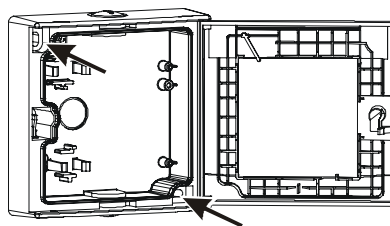

Fig. 3
- Verwenden Sie in Nassbereichen nur die mit Pfeil markierten Schraubenlöcher (Fig. 3).
In wet areas, only use the screw holes marked by arrows (Fig. 3).